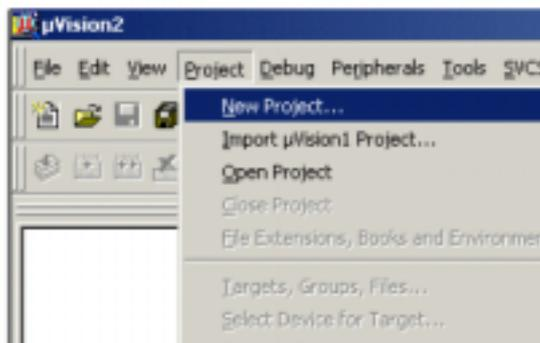
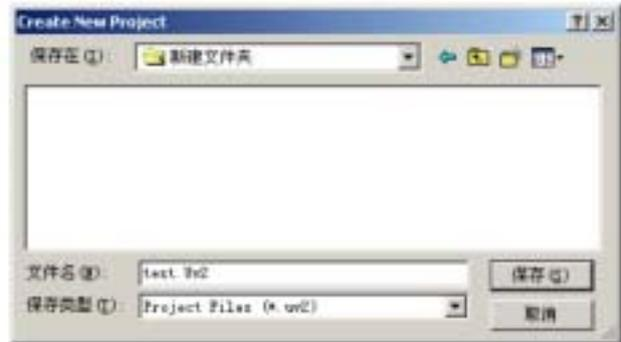
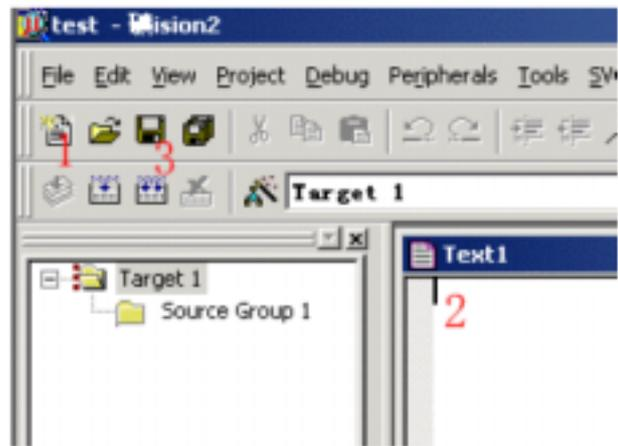

图 1-2 New Project 菜单
图 1-3 文件窗口
图 1-5 新建程序文件
(1)点击 Project 菜单,选择弹出的下拉式菜单中的 New Project,如图 1-2.接着弹出一个标准 Windows 文件对话框,如图 1-3,这个东东想必大家是见了 N 次的了,用法技巧也不是这里要说的,以后的章节中出现类似情况将不再说明.在"文件名"中输入您的第一个 C 程序项目名称,这里我们用"test",这是笔者惯用的名称,大家不必照搬就是了,只要符合 Windows 文件规则的文件名都行."保存"后的文件扩展名为 uv2,这是 KEILuVision2 项目文件扩展名,以后我们可以直接点击此文件以打开先前做的项目.
(3)首先我们要在项目中创建新的程序文件或加入旧程序文件.如果您没有现成的程序,那么就要新建一个程序文件.在 KEIL 中有一些程序的 Demo,在这里我们还是以一个 C 程序为例介绍如何新建一个 C 程序和如何加到您的第一个项目中吧.点击图 1-5 中 1 的新建文件的快捷按钮,在 2 中出现一个新的文字编辑窗口,这个操作也可以通过菜单 File-New 或快捷键 Ctrl+N 来实现.好了,现在可以编写程序了,光标已出现在文本编辑窗口中,等待我们的输入了.第一程序嘛,写个简单明了的吧.下面是经典的一段程序,呵,如果您看过别的程序书也许也有类似的程序:
(4)点击图 1-5 中的 3 保存新建的程序,也可以用菜单 File-Save 或快捷键 Ctrl+S 进行保存.因是新文件所以保存时会弹出类似图 1-3 的文件操作窗口,我们把第一个程序命名为 test1.c,保存在项目所在的目录中,这时您会发现程序单词有了不同的颜色,说明 KEIL 的 C 语法检查生效了.如图 1-6 鼠标在屏幕左边的 Source Group1 文件夹图标上右击弹出菜单,在这里可以做项目中增加减少文件等操作.我们选"Add File to Group 'Source Group 1'"弹出文件窗口,选择刚刚保存的文件,按 ADD 按钮,关闭窗口,程序文件已加到项目中了.这时在 Source Group1 文件夹图标左边出现了一个小+号说明,文件组中有了文件,点击它可以展开查看.